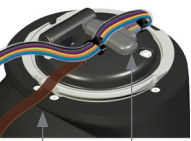

Figur 4
- (Endast Coapt-installationer)** Det är viktigt att tätta hålen där ledningarna passerar genom den dragavlastande skivan före den slutliga monteringen av uttaget. Applicera RTV-silikon över dragavlastningshålet, buntbandshålet och vajrarna (Figur 4).